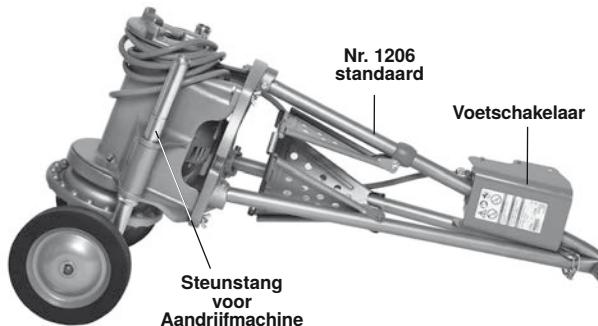

Afbeelding 27 - Montage van 32 Wielstel
1. Monteer waar nodig het 32 Wielstel (*zie Afbeelding 27*).